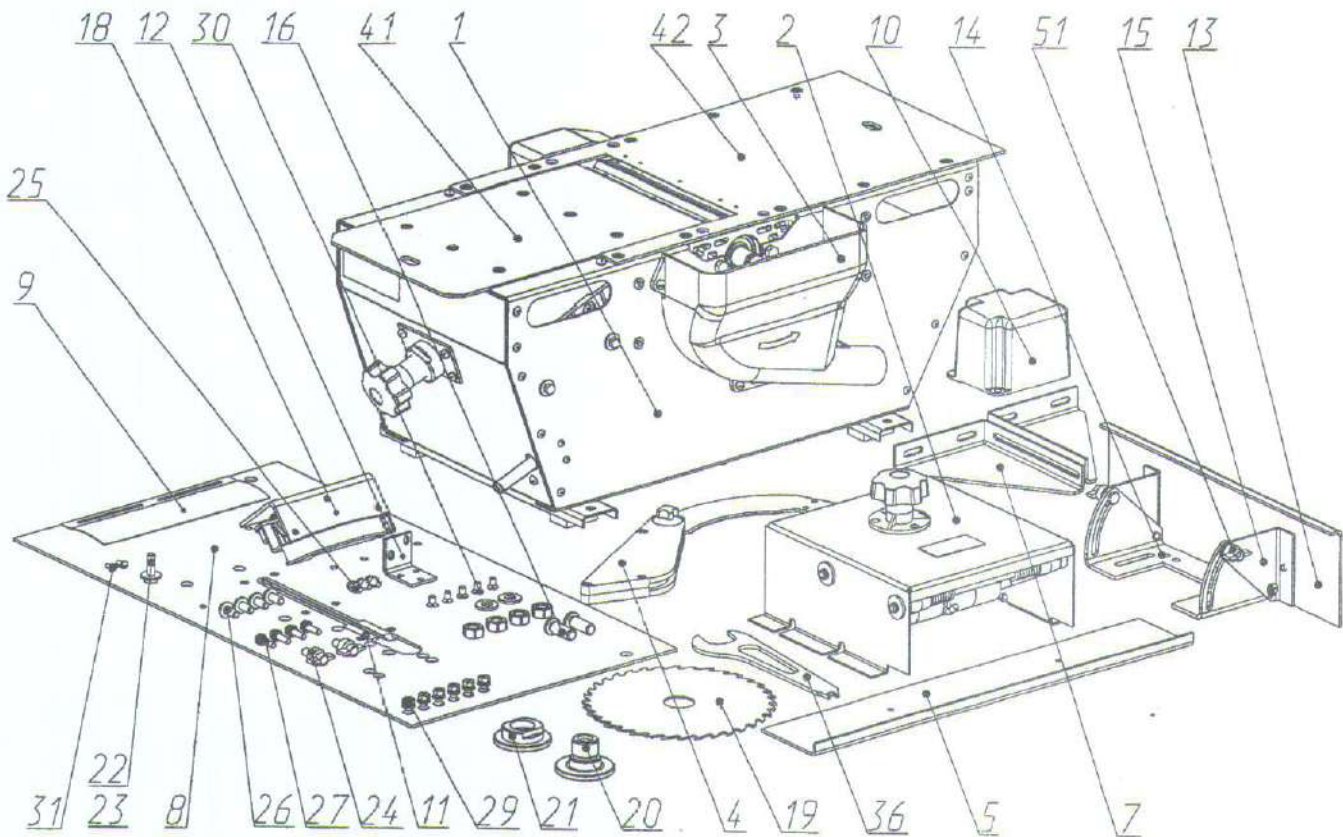

Рисунок 1
**Строгание пиломатериалов под углом и по ребру (Рисунок 1, 3)**